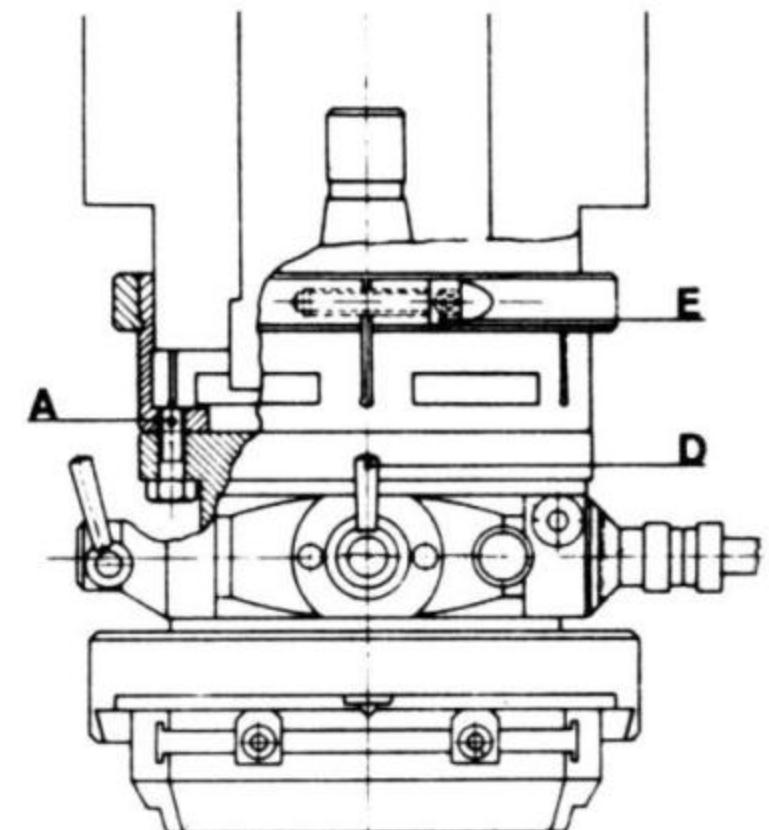

Fig. 3
- 3 - Fixer sur la broche, au moyen du cône, l'ensemble tête et collier (Fig. 3) après s'être assuré que le levier de la commande des avances automatiques D soit en position débrayée